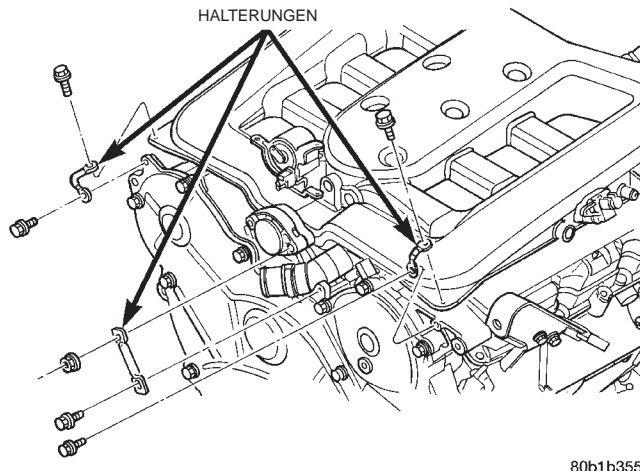

Abb. 10 Ansaugkrümmer-Halterungen—vorn
- (7) Die Halterungen an den vorderen Ecken der Ansaugkrümmer und am Sammler-Stellventil (MTV) abbauen (Abb. 10).
(6) Die Ansaugkrümmer-Halterungen an den vorderen Ecken und am Sammler-Stellventil (MTV) (Abb. 10) anbauen.